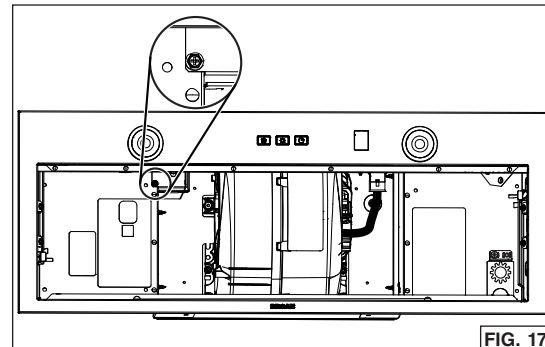

FIG. 17
5. Retirer et se défaire de la vis encrclée dans la FIG. 17. NOTE : Cette vis peut être présente ou pas.